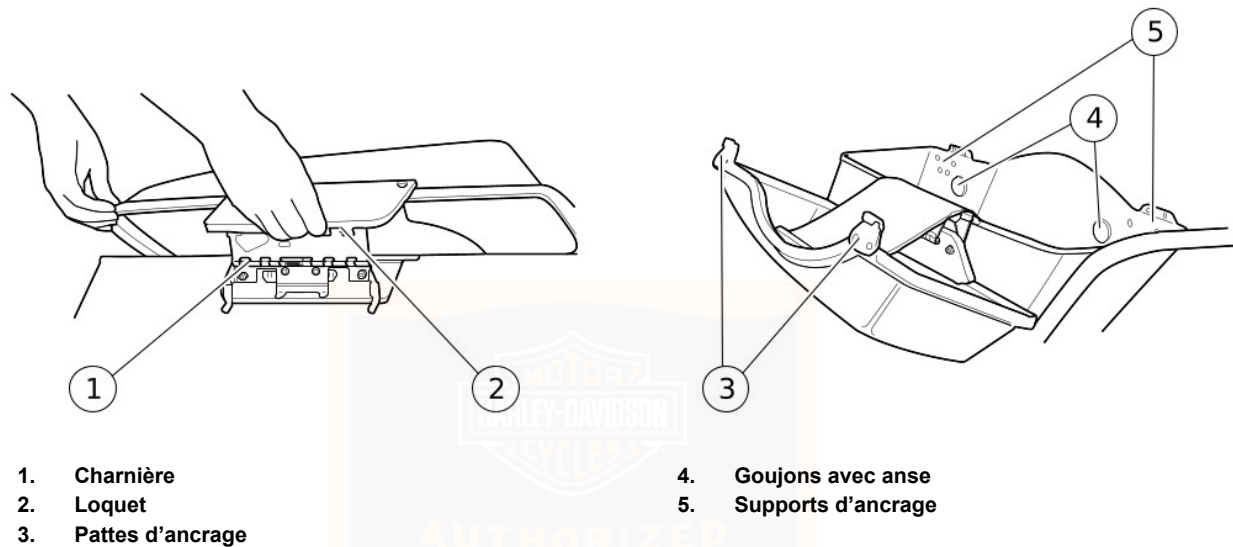

Figure 22. Sacoches dures
1. Voir Figure 22. Déverrouiller le loquet avec la clé de contact.
1. Voir Figure 22. Utiliser les deux mains pour maintenir les coins EXTÉRIEURS du rabat et faire glisser le bord intérieur en place de manière à ce que les supports glissent ensemble.
Voir Figure 22. Les sacoches sont fixées aux supports à l'aide de fixations d'un quart de tour appelées goujons avec anse.
1. Voir Figure 22. Fixer les goujons en les enfonçant dans les fixations du support et les tourner d'un quart de tour dans le sens horaire.